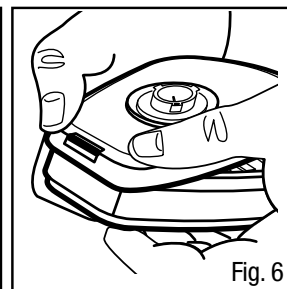

Fig. 6
2. Prenda o encaixe traseiro pressionando a parte posterior do cartucho em direção ao adaptador usando as mesmas posições das mãos. Deve ser ouvido um estalo (clique) à medida que cada encaixe for engatado (Fig. 6).